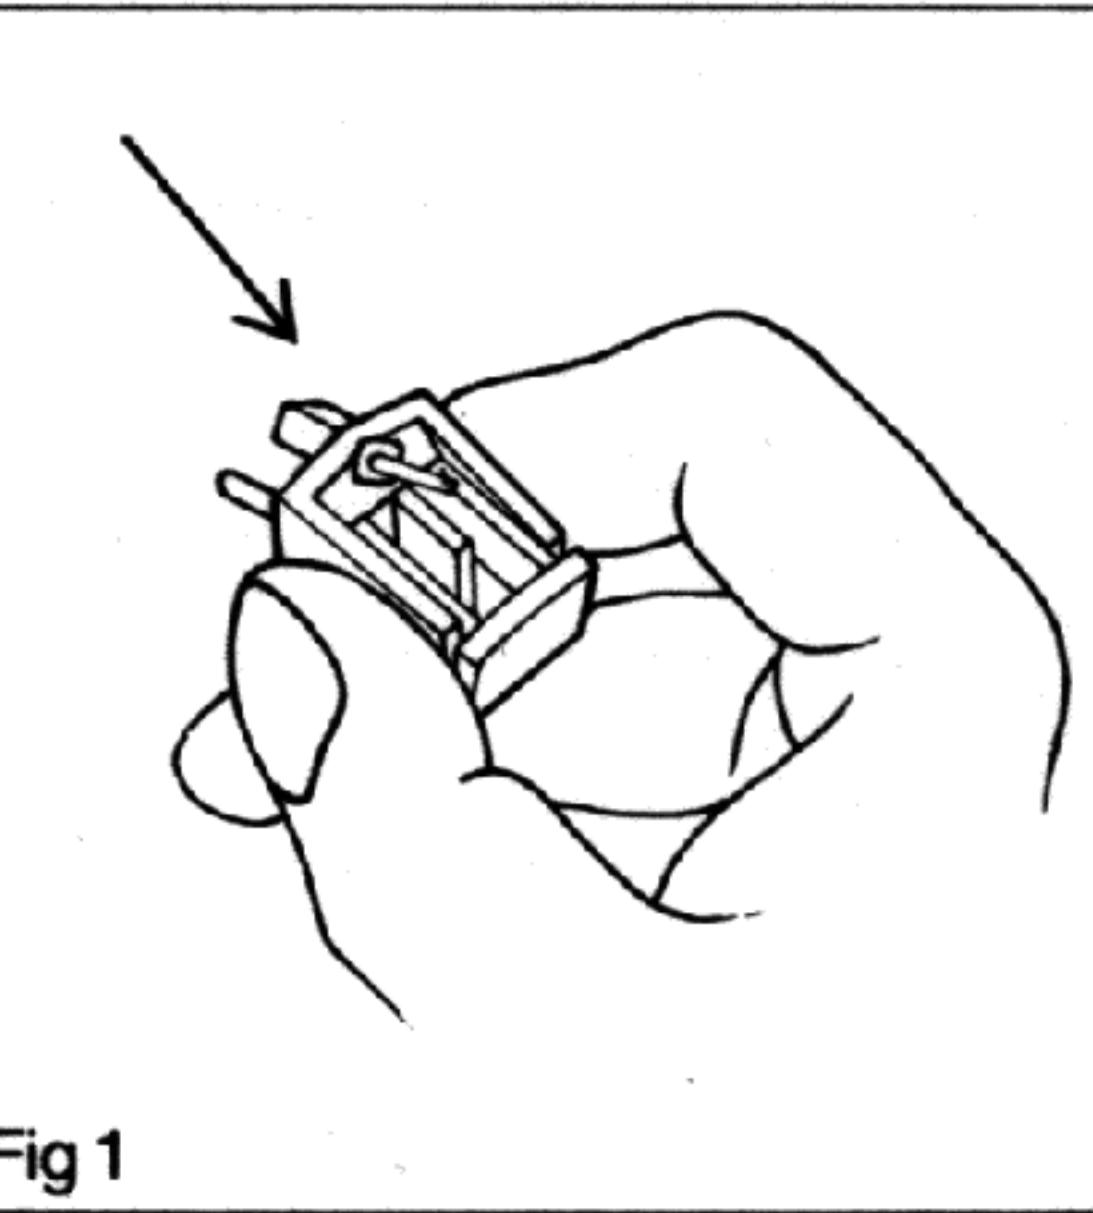

Fig 1
1. Before installing the cartridge, remove the stylus assembly (colored plastic front section), pulling with thumb and forefinger in the direction shown in Figure 1.
1. Vor Einbau des Tonabnehmer entfernen Sie die Abtastnadel mit Hilfe des Daumens und des Zeigefingers, indem Sie den Nadeleinschub (Abbildung 1) in der angedeuteten Richtung herausziehen.
1—Avant de mettre en place la cellule, enlevez l'ensemble pointe de lecture (section avant en plastique de couleur), en tirant avec le pouce et l'index dans le sens indiqué (Figure 1).